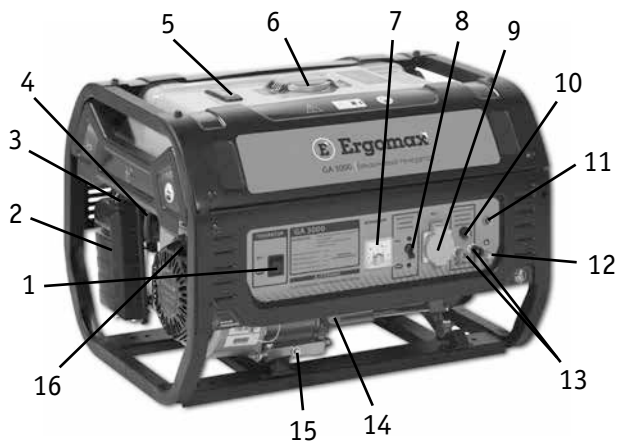

Рис. 1.1
Внешний вид генераторов и расположение элементов управления представлено на **рис. 1.1** и **1.2**.
1. Открутите крышку маслозаправочной горловины (14) (**рис. 1.1**) и вытрите щуп крышки чистой тряпкой (**рис. 2.1**).
Проверьте уровень топлива по шкале уровня топлива (5) (**рис. 1.1**), если уровень топлива низкий, то:
1. Открутите крышку топливного бака (6) (**рис. 1.1**).
ВНИМАНИЕ! Перед пуском двигателя убедитесь, что ни один электроприбор не подключен к генератору, а выключатель выходного напряжения (8) находится в положении «ВЫКЛ» (**рис. 1.1**).
3. Переведите выключатель двигателя (1) (**рис. 1.1**) в положение «ВКЛ».
4. Потяните на себя рукоятку стартера (16) (**рис. 1.1**), пока не почувствуете натяжение шнура стартера, затем резко дерните рукоятку на себя. Аккуратно верните на прежнюю позицию рукоятку стартера. Повторите несколько раз, пока двигатель не заведется.
1. Подсоедините кабель зарядки к соединителям постоянного тока (13), а затем к клеммам батареи (**рис. 1.1**).